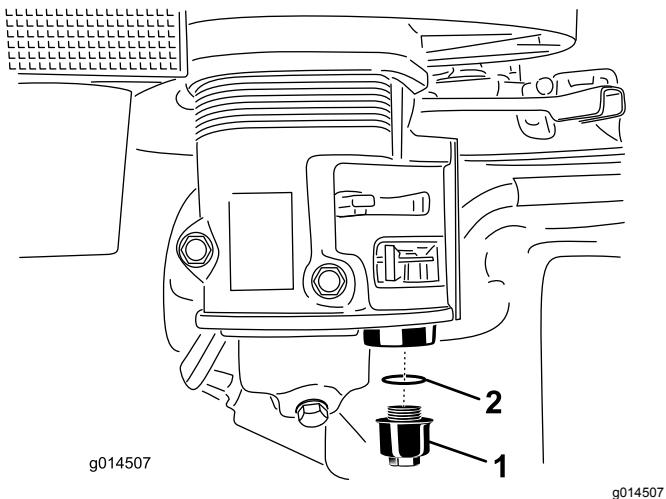

Figura 23
4. Desenrosque la taza de sedimentos (Figura 23).